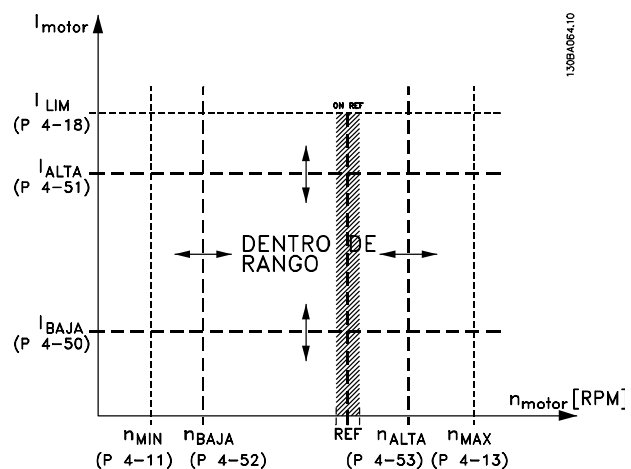

Ilustración 3.20
0.00 A* [0.00 - par. 4-51 A]	Introduzca el valor de I_BAJO. Cuando la intensidad del motor cae por debajo de este límite (I_BAJO), en el display se muestra INTENSIDAD BAJA. Las salidas de señal pueden programarse para producir una señal de estado en el terminal 27 o 29 y en la salida de relé 01 o 02. Consulte Ilustración 3.20 .